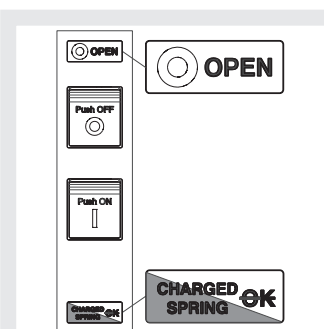

Abbildung 36
5. Leistungsschalter aus mit gespannten Federn und nicht einschaltsbereit (siehe Abbildung 36). Dieser Zustand kommt in den folgenden Fällen vor: